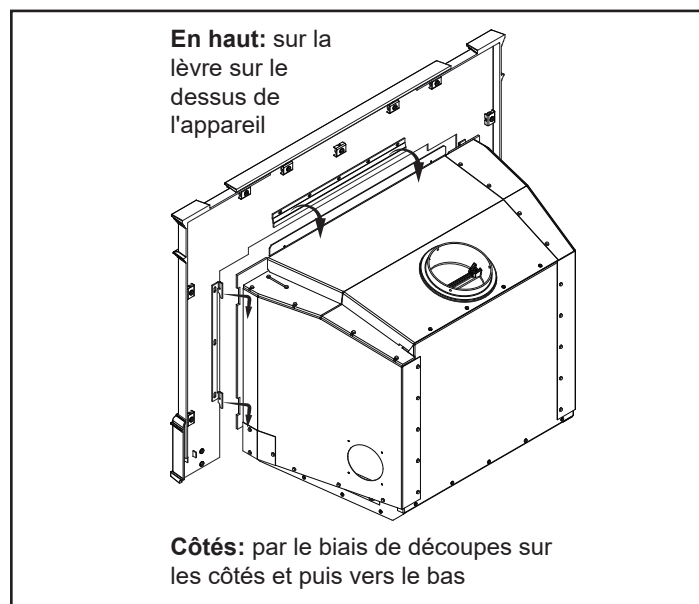

Figure 22.4
10. Faites glisser en place l'enceinte et la garniture sur le dessus de l'insert, en faisant correspondre les languettes de montage sur les côtés métalliques avec les fentes sur l'insert (**figure 22.4**).
11. Alignez les 2 vis de la pièce métallique supérieure sur les 2 trous d'alignement sur le dessus de l'appareil. Fixez en place (**figure 22.4**).